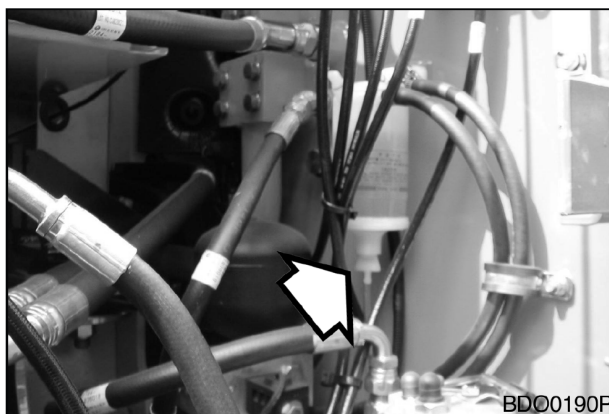

Рис. 20
3. Если красное кольцо в резервуаре достигает линии уровня, ослабить заглушку (рис. 20) в днище корпуса и слить воду в соответствующую емкость.
4. Затянуть заглушку (рис. 20) и заправить топливную систему. (Ñì. ñðð. 4-39)